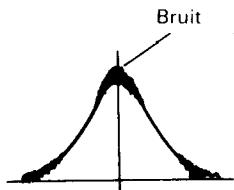

Fig. 25
- Remarque 1: Appliquer des signaux à faible entrée provenant d'un générateur de balayage (avec une petite quantité de bruit surimposé sur une forme d'onde IF, comme indiqué sur la Fig. 25) et régler la forme d'onde jusqu'à ce qu'elle soit maximale et symétrique.